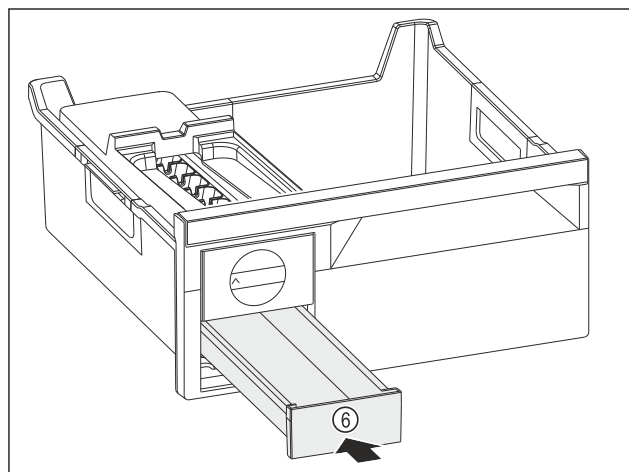

Fig. 193
- Insérer le compartiment à glaçons Fig. 193 (6).